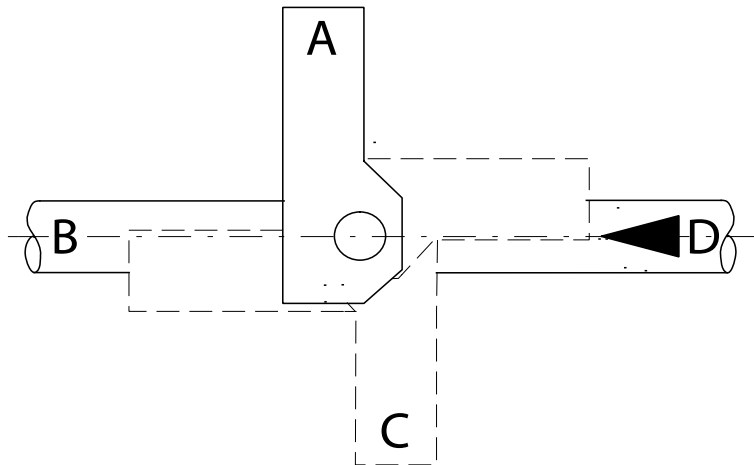

Fig.5-11 Montage des Stellantriebs (Prinzipdarstellung)
5. Setzen Sie den Stellantrieb mit dem Montagebügel in der gewünschten Lage (Position A, B, C oder D) (→ Fig.5-11) auf die Welle des Klappengehäuses auf und befestigen Sie die Einheit mit Hilfe der Schrauben (→ Fig.5-10/6).